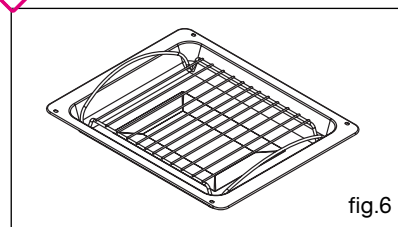

fig.6
• Rillet plade 45 mm udstyret med grillplade (fig.6)